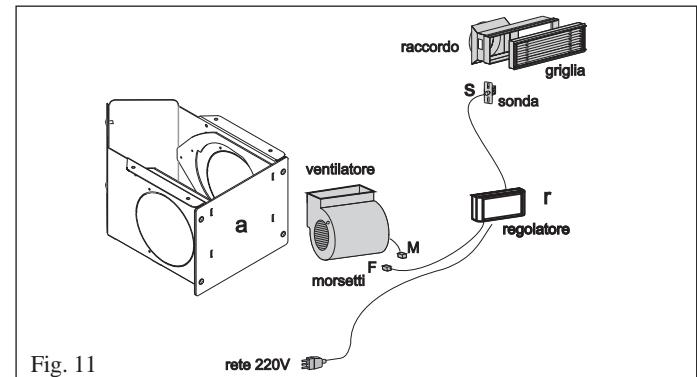
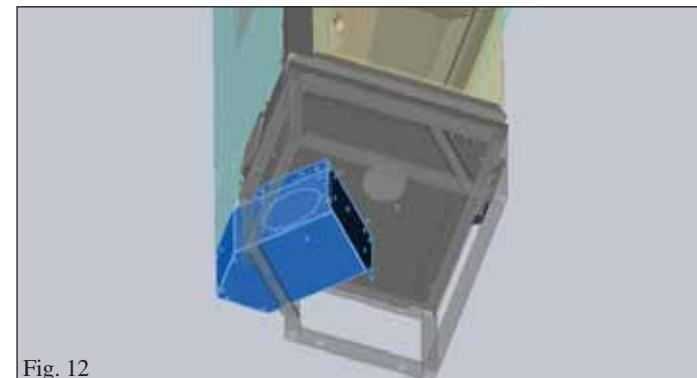

Fig. 11
Fig. 12
- Togliere il frontalino rimuovendo le 4 viti (a - fig. 11/12)
- Collegare i due connettori M e F (fig. 11).
- Rimuovere uno dei due tappi pretagliati presenti sulla scatola metallica (fig. 11/12) per consentire il passaggio del cavo dal ventilatore al regolatore.
- Dal regolatore (r - fig. 11) stendere il cavo di alimentazione fino alla presa di corrente
- Il cavo con la sonda (s - fig. 11) va invece portato fino ad una delle bocchette (b - fig. 12) di uscita dell'aria calda normalmente poste sulla controcappa.